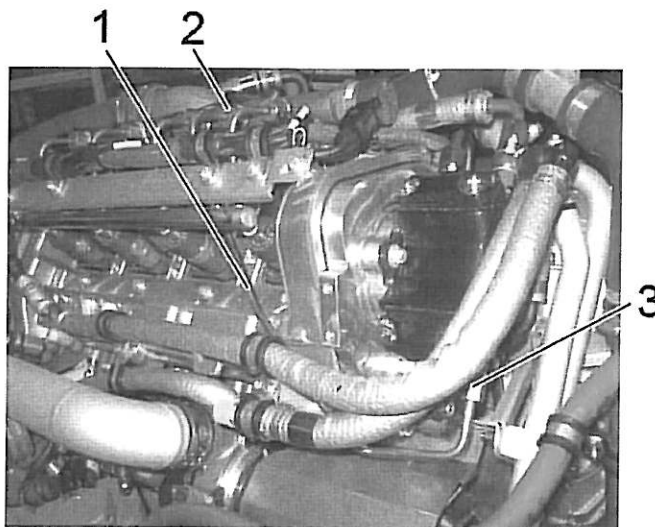

Bild 2 / Fig. 2
3. Die Kraftstoffhochdruckleitung demontieren. Siehe Bild 2.
4. Die neue Kraftstoffhochdruckleitung montieren. Siehe Bild 2.
9. Die Überwurfmutter der Kraftstoffhochdruckleitung festziehen. Siehe Bild 2.
3. Remove the high-pressure fuel line. See Fig. 2.
9. Tighten the union nuts of the high-pressure fuel line. See Fig. 2.